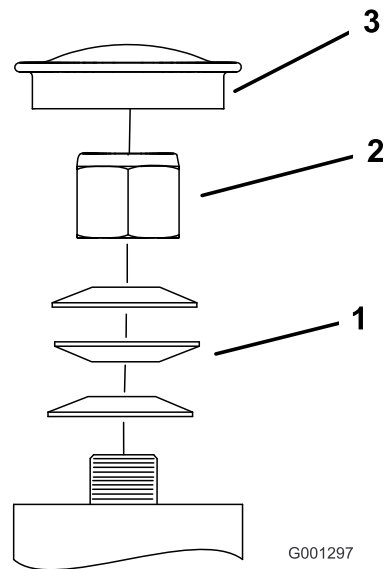

Figura 63
3. Retire el tapón guardapolvo de la rueda giratoria y apriete la contratuerca (**Figura 63**).
4. Apriete la contratuerca hasta que las arandelas de muelle estén planas, luego afloje $\frac{1}{4}$ de vuelta para establecer la pre-carga correcta de los cojinetes (**Figura 63**).
Importante: Asegúrese de que las arandelas de muelle están correctamente instaladas, según se muestra en **Figura 63**.
5. Coloque el tapón anti-polvo (**Figura 63**).